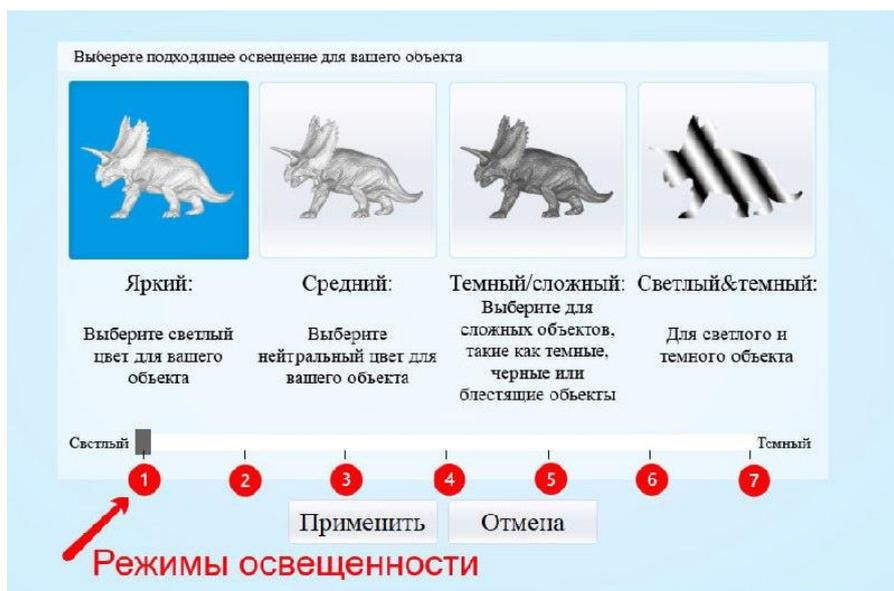

Рисунок 4.8
7. Следом открывается окно выбора режима яркости (освещенности). Здесь же можно установить режим Светлый&темный для любого режима яркости. Режимов яркости 7 (Рисунок 4.8).